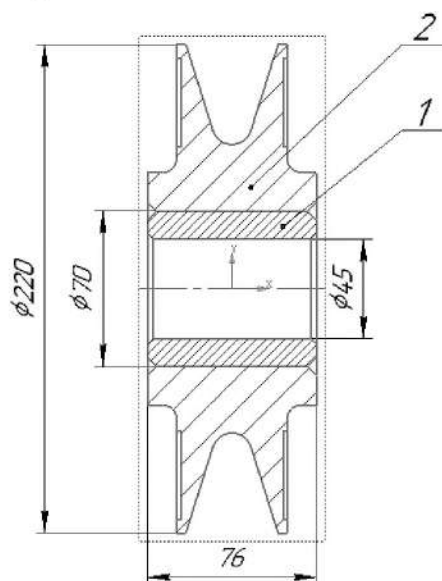

Рисунок 4.19. Простановка размеров
1.5.8 Проставьте необходимые размеры (рисунок 4.19) используя кнопку **Авторазмер**  на инструментальной панели **Размеры** .